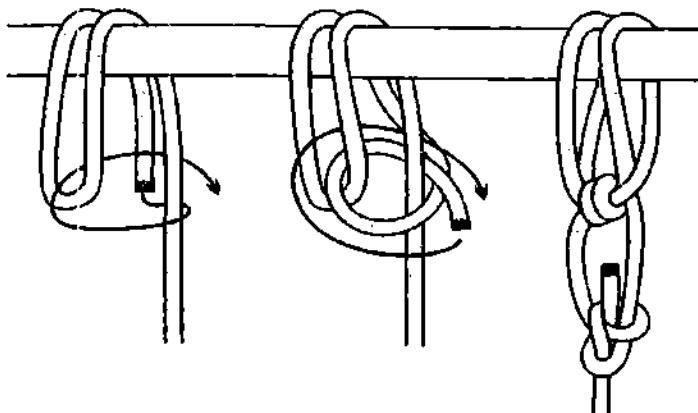

Рис. 969. Двойной строповый узел.
*Двойной строповый узел* можно связать в руках и одеть на открытую опору или завязать непосредственно на замкнутой опоре, например на рыме или глухой балке (рис. 969). **Двойной строповый узел** очень надёжен и отлично подойдёт для крепления буксира. С помощью этого узла можно вытащить из грязи застрявший грузовик. Узел не затягивается даже при очень большой нагрузке. **Двой-**